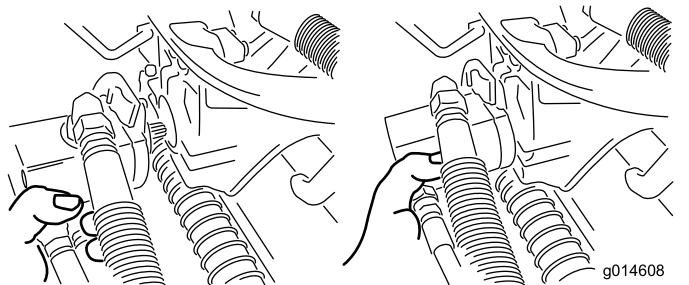

Figura 50
3. Spostate il motore in posizione di stoccaggio davanti al braccio di sospensione (Figura 50).